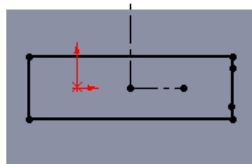

图 16.5.27 编辑草图
(4) 编辑草图，如图 16.5.27 所示。退出草图环境，完成成形特征 1 的创建。